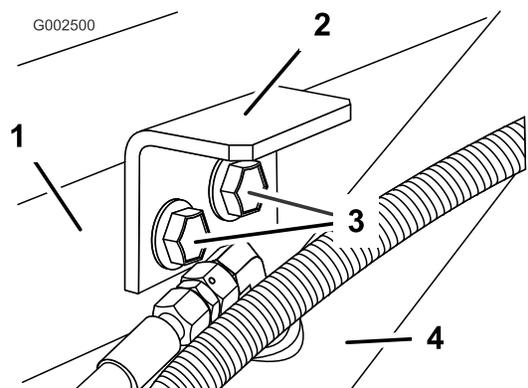

Figure 8
3. Posez les supports de retenue à l'aide des 2 boulons et écrous à embase retirés précédemment (Figure 8).